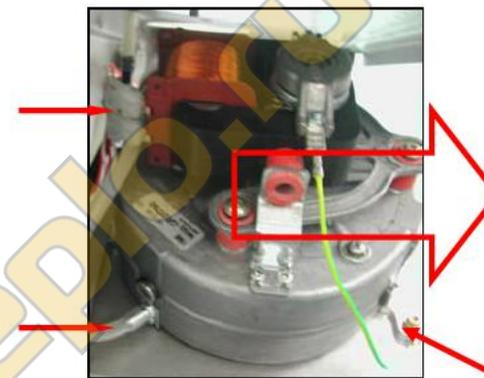

Рисунок 29
19.6. У котла модели НК (закрывая камера сгорания) отсоедините электрические провода и трубку дифференциала давления от вентилятора, отвинтив фиксирующие винты, и снимите вентилятор с 56° колена. (Рисунок 29)